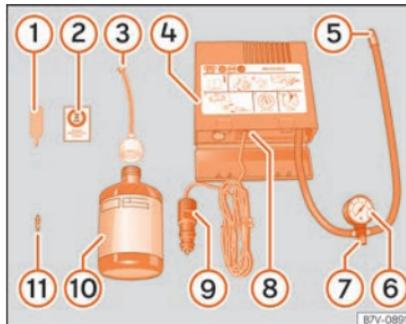

Abb. 58 Prinzipdarstellung: Bestandteile des Pannensets
- Ventilkappe und Ventileinsatz vom Reifenventil abschrauben. Verwenden Sie den Ventileinsatzdrehwerk »» » **Abb. 58 ①** zum Heraus-schrauben des Ventileinsatzes. Legen Sie den Ventileinsatz auf einem sauberen Untergrund ab.
- Reifendichtmittelflasche kräftig schütteln »» » **Abb. 58 ⑩**.
- Schrauben Sie den Einfüllschlauch »» » **Abb. 58 ③** auf die Dichtmittelflasche. Die
- Verschlussstopfen vom Einfüllschlauch »» » **Abb. 58 ③** entfernen und das offene Ende ganz auf das Reifenventil stecken.
- Ventileinsatz mit dem Ventileinsatzdrehwerk »» » **Abb. 58 ①** wieder in das Reifenventil schrauben.
- Reifenfüllschlauch »» » **Abb. 58 ⑤** des Luftkompressors fest auf das Reifenventil schrauben.
- Prüfen, ob die Luftablassschraube »» » **Abb. 58 ⑦** zuge dreht ist.
- Stecker »» » **Abb. 58 ⑨** in die 12 Volt-Steckdose des Fahrzeugs stecken »» »  Seite 147.
- Luftkompressor mit dem EIN- und AUS-Schalter »» » **Abb. 58 ⑧** einschalten.
- Kleben Sie den Aufkleber »» Abb. 58 ② im Sichtfeld des Fahrers auf das Kombiinstrument.